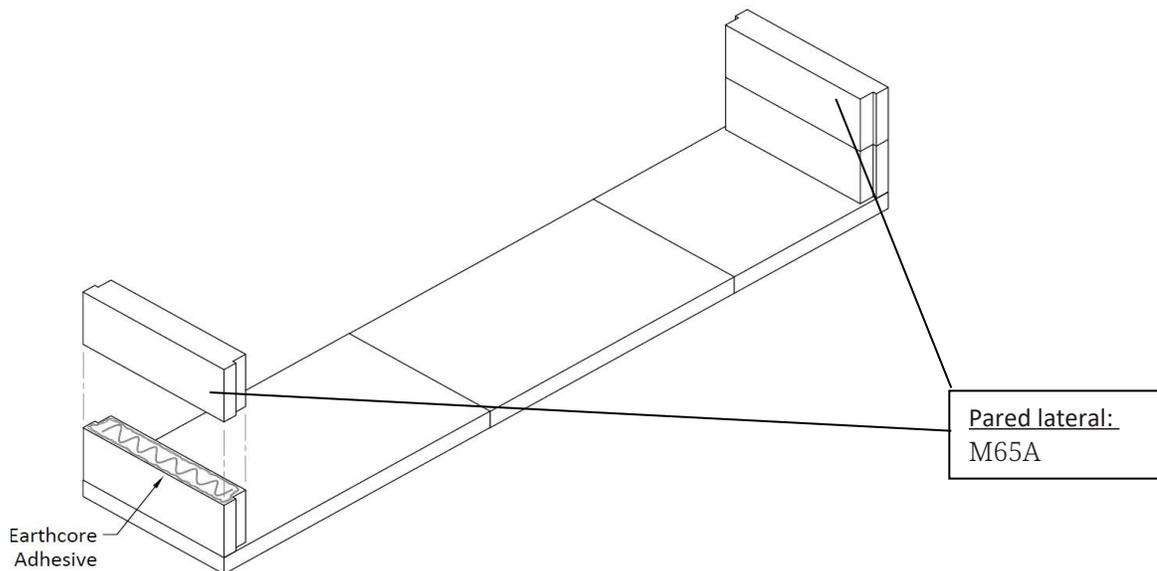

FIGURA 10
3) Continúe con el montaje de las hileras consecutivas de las paredes laterales de la cámara de combustión. Aplique Earthcore Adhesive a la parte superior de cada capa de componentes de la pared lateral antes de colocar la siguiente hilera en su lugar (**Figura 10**). Verifique que salga un poco de adhesivo Earthcore a lo largo de las juntas de todas las superficies de contacto como señal de que la junta está bien sellada con el adhesivo Earthcore aprobado.